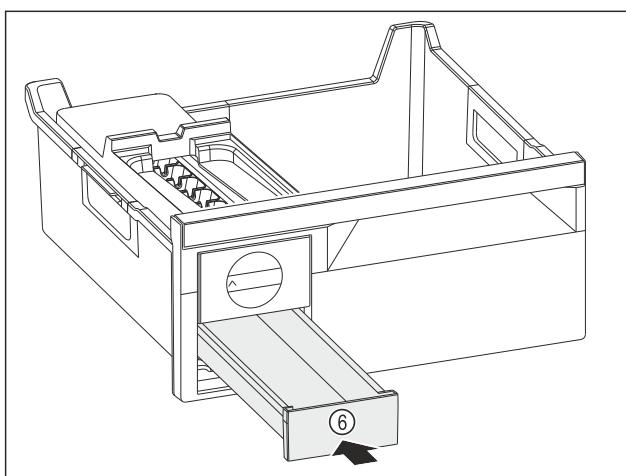

Fig. 79
- Zasuňte zásuvku na kocky ľadu Fig. 79 (6).